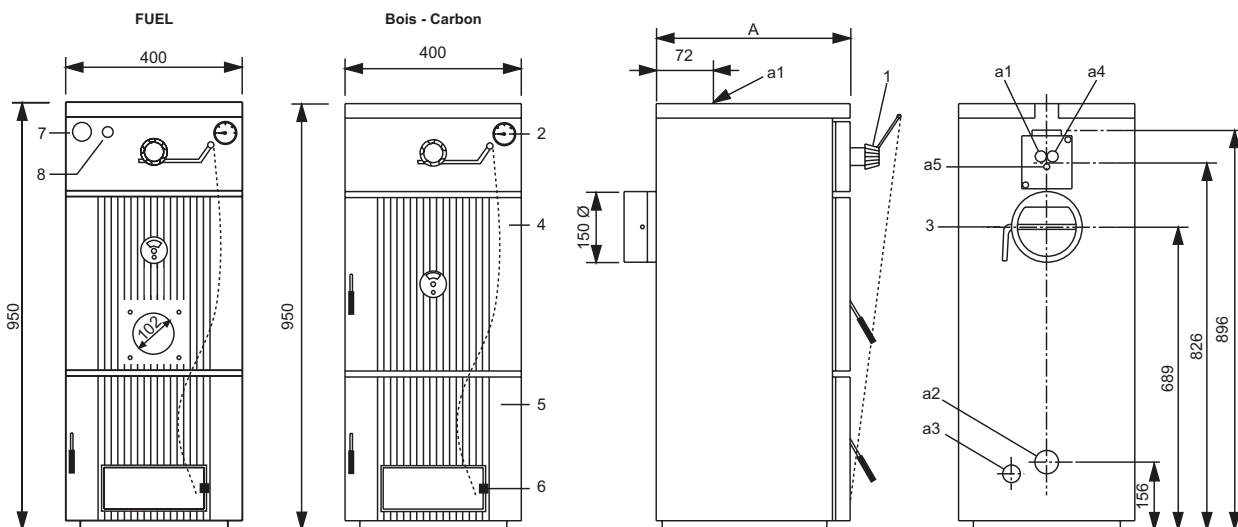

fig. 2
1. Monter la soupape de sécurité «P» sur la sortie du serpentin «N» en respectant le sens de la flèche. Insérer la sonde «Q» de la soupape dans la gaine «a5» (fig. 2).